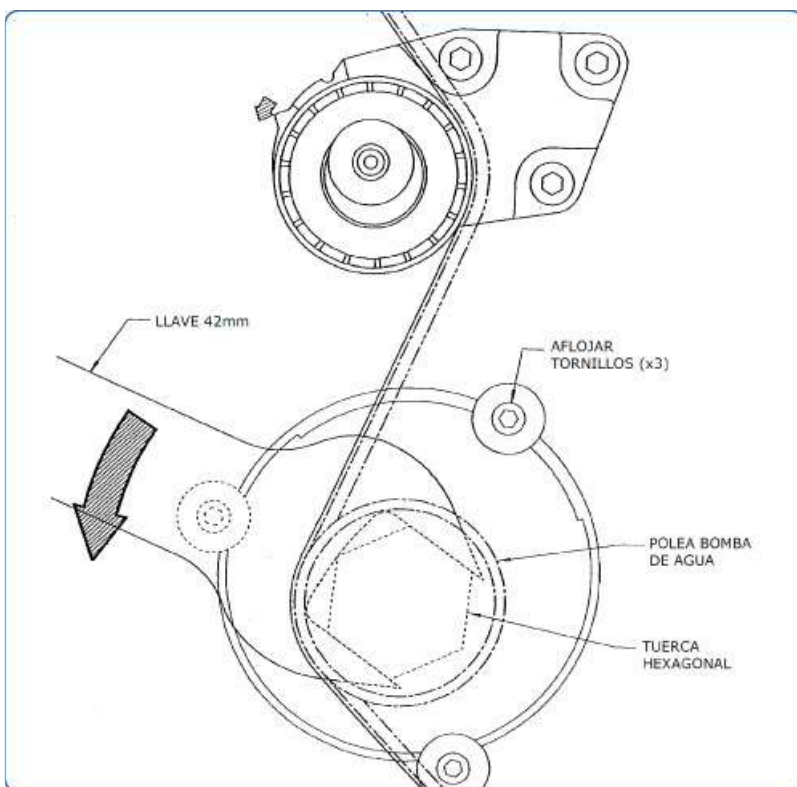

Fig. 2
3. Afloje apenas los tres (3) tornillos de sujeción de la bomba de agua, de modo que se pueda girar el cuerpo dicha bomba (**Fig. 2**).